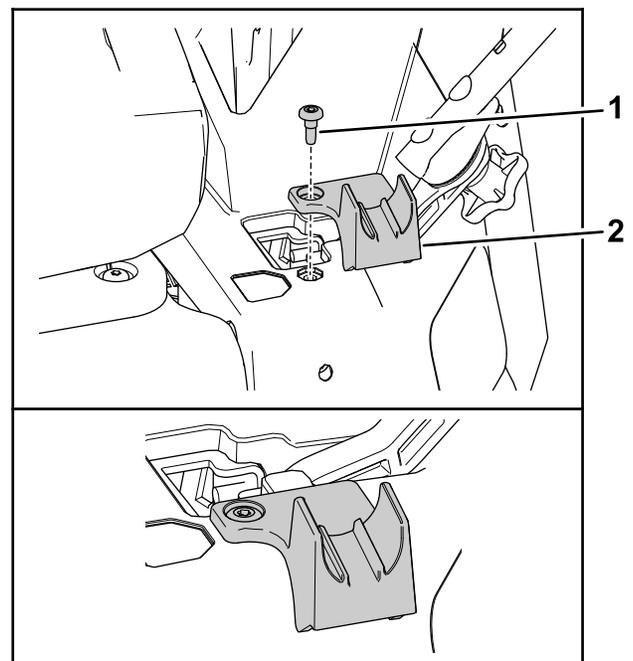

Figure 7
2. Placez l'appui de la poignée sur le carénage gauche, comme montré à la Figure 7.
3. Fixez l'appui sur le carénage (Figure 7) avec la vis à épaulement (1/4" x 1/2") prise dans le kit.